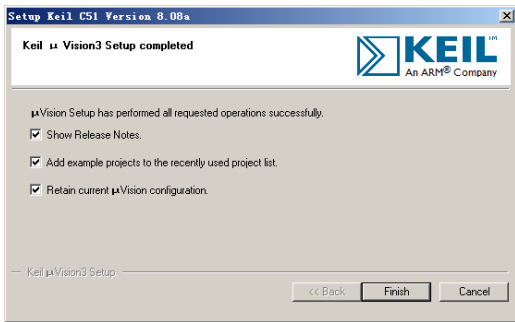

图 3-5 完成安装
(5) 填写完用户信息后，单击“Next”按钮，开始安装。最后弹出“Keil μ Vision3 Setup Completed”对话框，如图 3-5 所示。单击“Finish”按钮，完成 μ Vision3 的安装。